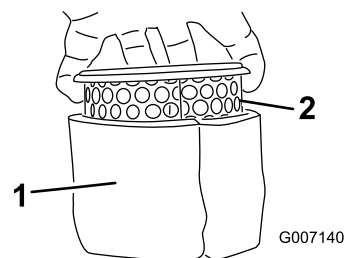

Figure 51
6. Sortez délicatement l'élément en mousse de l'élément en papier (Figure 51).
1. Glissez délicatement le préfiltre en mousse sur l'élément en papier (Figure 51).